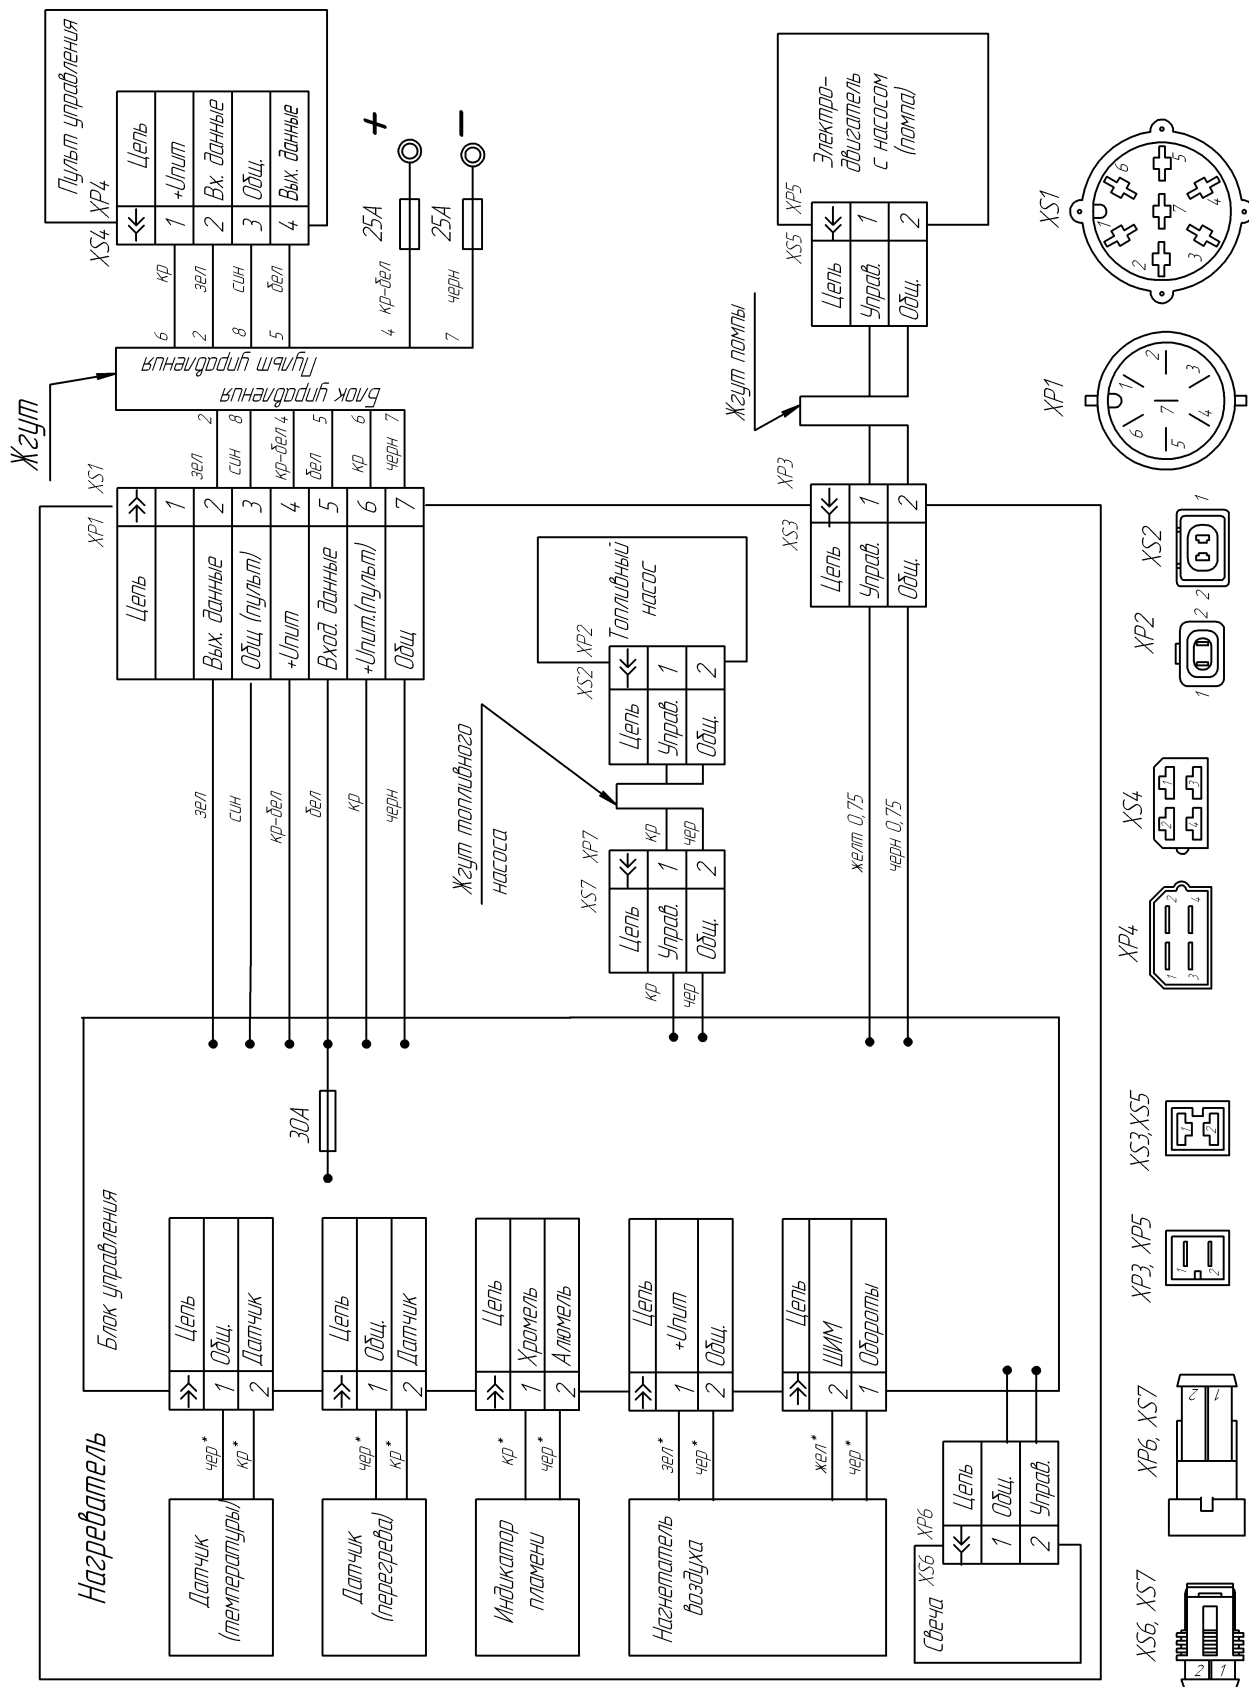

Рис. 1 - Схема электрических соединений.
8.1 Поиск неисправностей необходимо начать с проверки контактов разъемов проверяемых цепей (см. таблицу 1 и схему электрических соединений на рис.1).